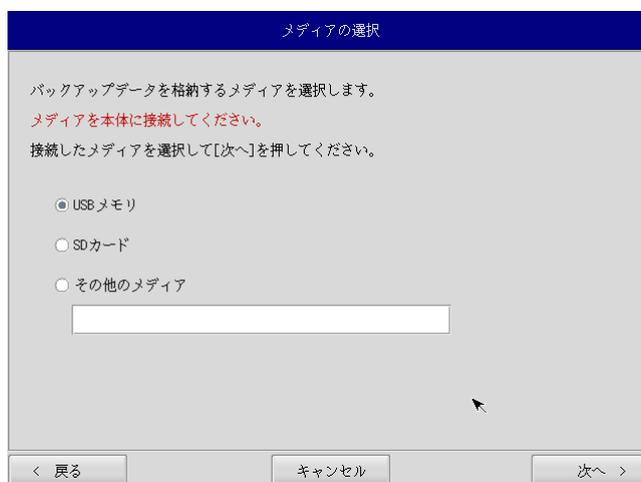

図 7-3-1. メディア選択画面
- ② メディア選択画面（図7-3-1）が表示されます。バックアップファイルを保存するメディアを選択します。USBメモリまたはSDカードを選択し、本体にメディアを接続します。[次へ]ボタンを押します。